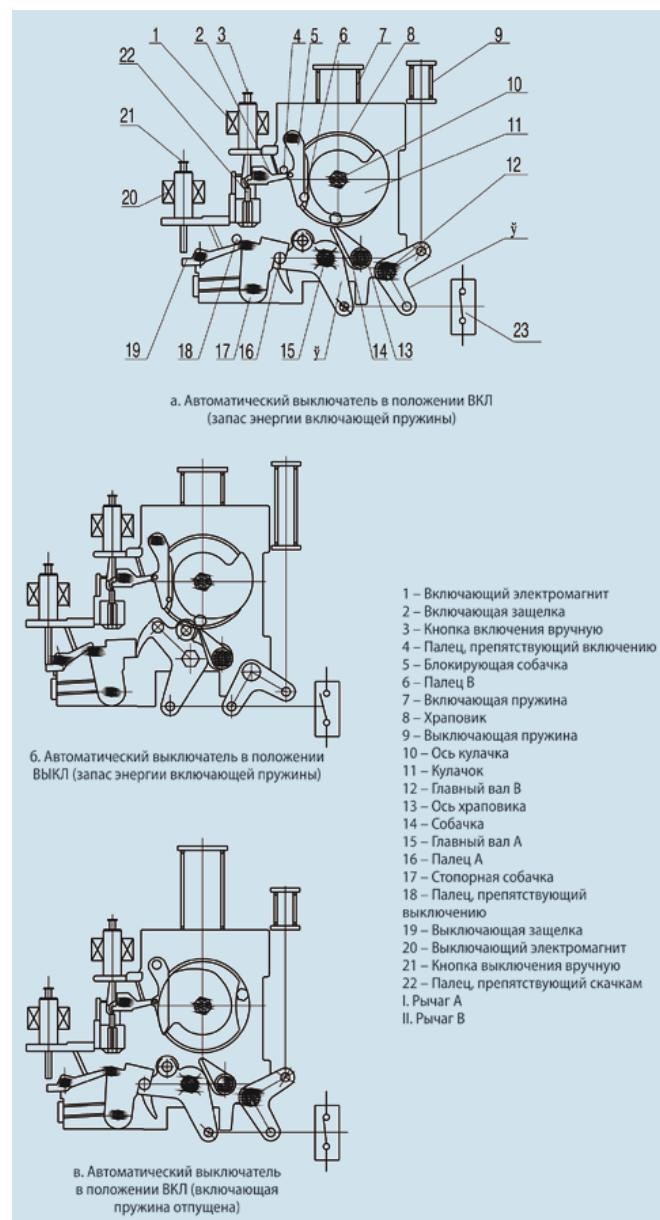

Рис. 4.3 Элементы привода
Оси рычагов (см. рис. 4.3) А (15) и В (12), установленные на главных валах А (I) и В (II), начинают вращение по часовой стрелке под воздействием включающей пружины 9. При возбуждении включающего электромагнита включающая защелка поворачивается против часовой стрелки, и подвижный контакт дугогасительной камеры перемещается вниз.